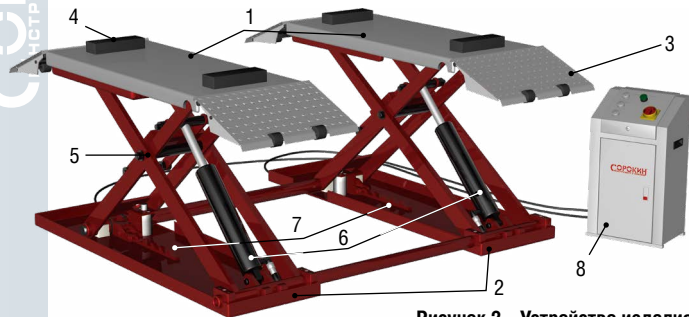

Рисунок 2 - Устройство изделия
Как показано на рис. 2, подъёмник состоит из двух платформ (1), прикрепляемых к фундаменту при помощи двух рам основания (2).